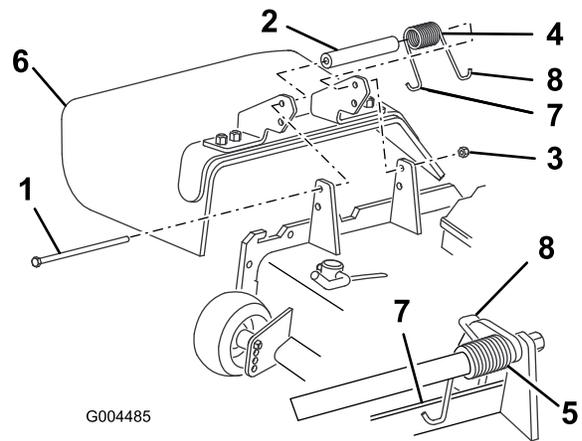

Bild 25
2. Entfernen Sie die Sicherungsmutter, Schraube, Feder und das Distanzstück, mit denen das Ablenklech an den Drehhalterungen befestigt ist (Bild 25). Entfernen Sie defekte oder abgenutzte Ablenkleche.
3. Legen Sie das Distanzstück und die Feder zwischen die Halterungen des Ersatzablenkleches (Bild 25). Setzen Sie das linke J-Hakenende der Feder hinter die Kante des Mähwerks.
Hinweis: Stellen Sie sicher, dass sich das linke J-Hakenende der Feder hinter der Mähwerkkannte befindet, bevor Sie die Schraube einführen, siehe Bild 25.
4. Setzen Sie die Schraube und Mutter ein. Führen Sie das rechte J-Hakenende der Feder um das Ablenklech (Bild 25).